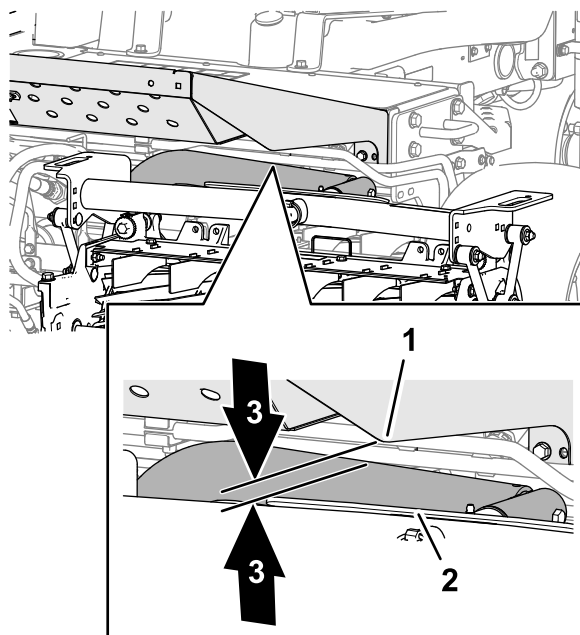

Figura 26
- La unitățile de tăiere față, măsurați distanța dintre braul de ridicare din stânga și suportul plăcii de podea și braul de ridicare din dreapta și suportul plăcii de podea (Figura 26).